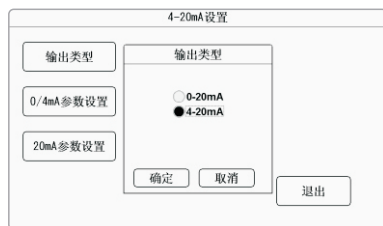

图2-13
- ◆ 输出类型: 点击输出类型弹出如图2-13所示界面, 选择0-20mA或4-20mA输出, 选定后按【确定】键确认。